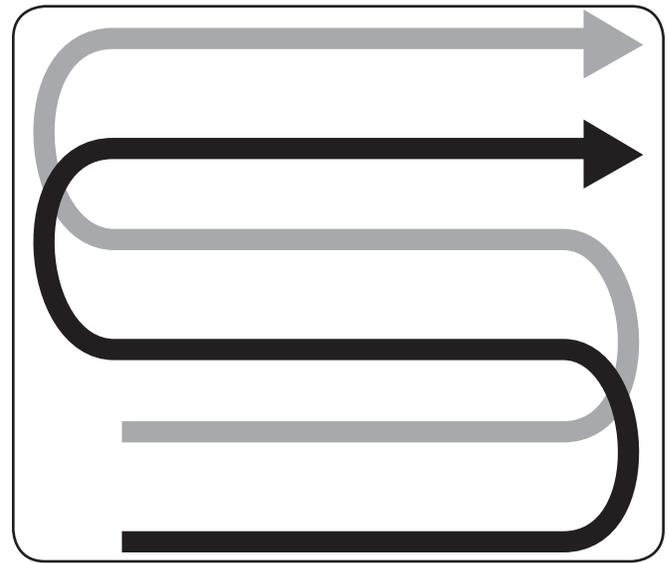

Figure 5-4
- Lorsque vous préparez un lit de semences, effectuez le même passage deux fois sur la première rangée, puis chevauchez les rangées suivantes d'une demi-largeur de motoculteur. Voir Figure 5-4.